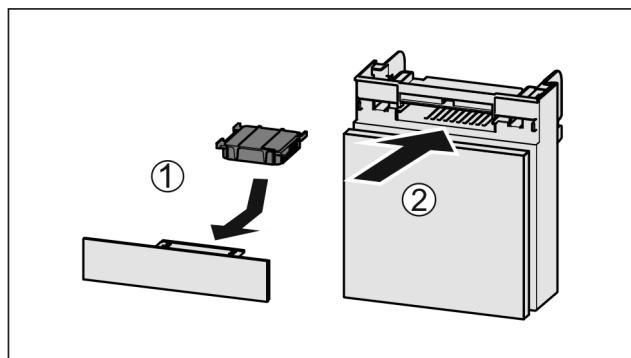

Fig. 99
- ▶ 按图装入 Fig. 99 (1) 活性炭过滤器。
- ▶ 推入 Fig. 99 (2) 抽屉。